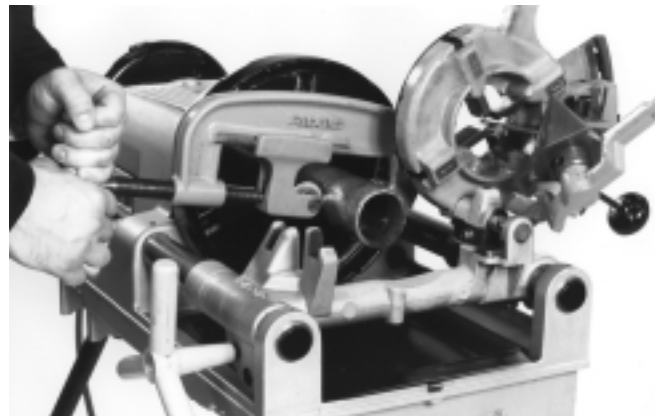

Figure 5 – Coupe des tuyaux avec le coupe-tubes n° 763
(Figure 5)
1. Avec l'alésoir et la tête de filière en position relevée, positionnez le coupe-tubes n° 763 sur le tuyau (Figure 5).